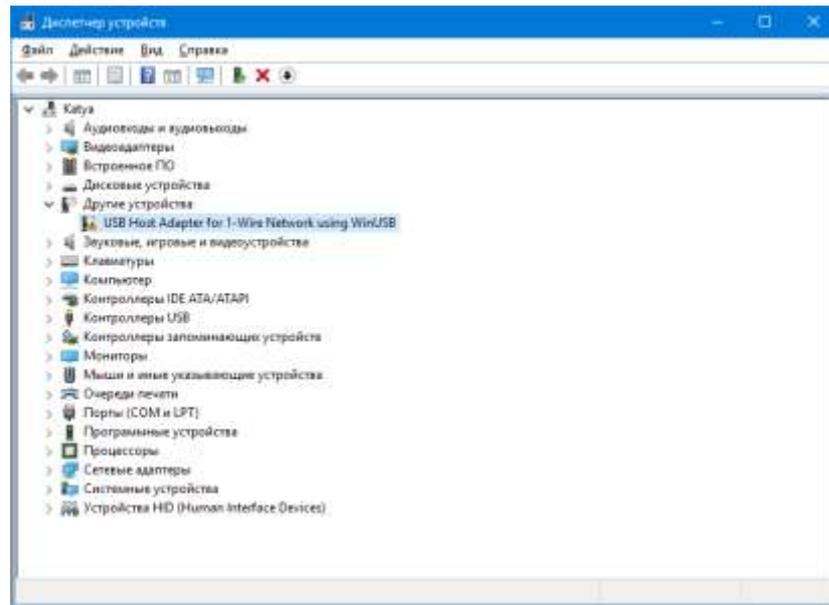

Рисунок 2.4 – Окно «Диспетчер устройств»
- (1) *Если адаптер не установлен в USB-порт компьютера.* Тогда следует установить адаптер комплекса в USB-порт компьютера.
- (2) *Если USB-порт компьютера неисправен.* Тогда следует установить адаптер комплекса в исправный USB-порт компьютера.
- (3) *Если адаптер комплекса стал неисправным в результате его предыдущей эксплуатации.* Тогда следует связаться со службой технической поддержки НТЛ “ЭЛИн”.
- (4) *Если на компьютере пользователя заблокирована возможность автоматического подключения новых устройств.* В этом случае пользователю необходимо выполнить установку драйвера для адаптера комплекса вручную. С этой целью необходимо запустить утилиту "Диспетчер устройств" ОС Windows. Для этого следует поместить маркер манипулятора «мышь» на кнопку [Пуск] визуальной оболочки ОС Windows (расположена в левом нижнем углу экрана [☐]), а затем нажать на правую клавишу «мышки», после чего в развернувшемся меню выбрать пункт {Диспетчер устройств}, что приведёт к раскрытию одноимённого служебного окна (рисунок 2.4).